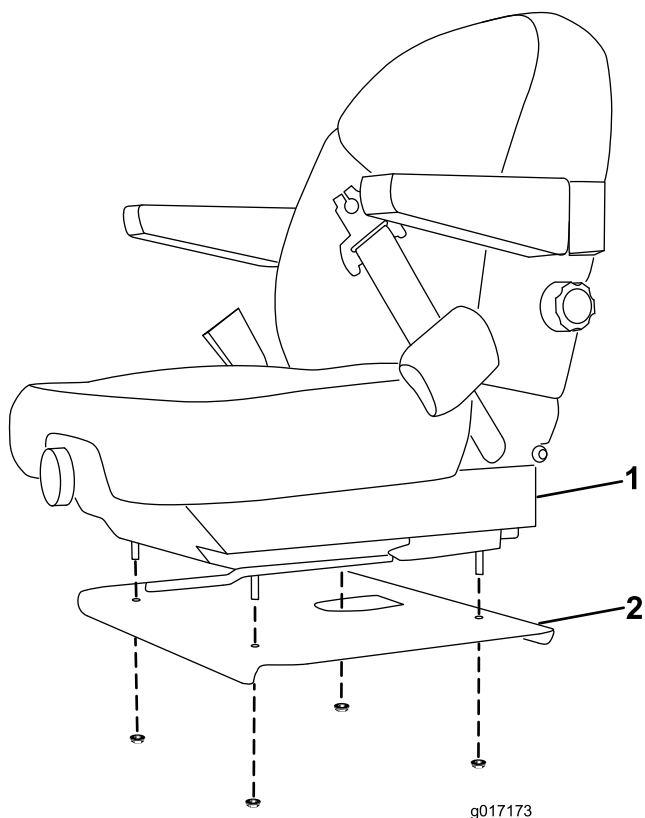

図 3
7. シートをシートベースに固定している締結具を取り外す (図 3)。座席を外す。